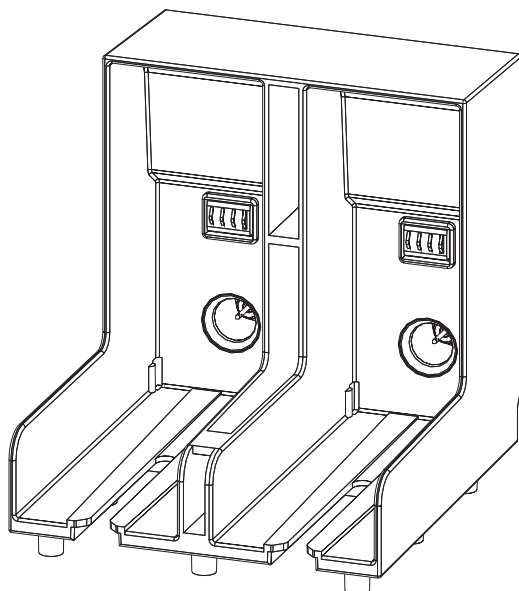

Figura 6-3: Ranhura do suporte do cartucho
- 5 Insira o cartucho de tinta novo no respectivo suporte, alinhando o encaixe do cartucho com a ranhura do suporte correto (consulte a Figura 6-3 na página 6-6).